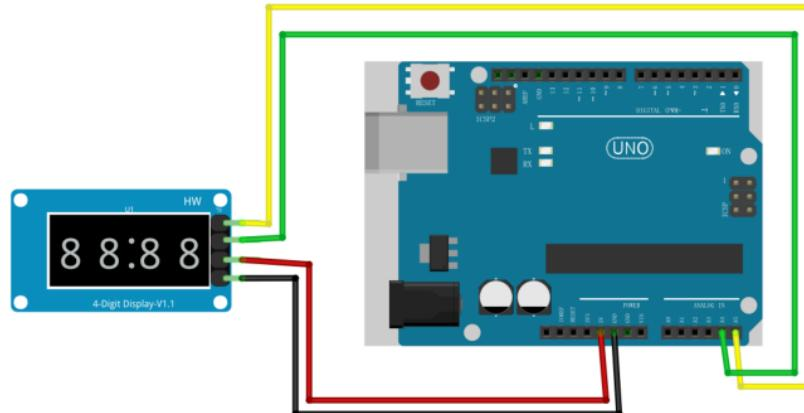

图 9.3: 实验接线图
- (1) 按照如图9.3所示的方式完成接线；
- (2) 打开 Arduino IDE，输入程序；
- (3) 检查无误后上传程序；
- (4) 观察数码管上的显示结果。